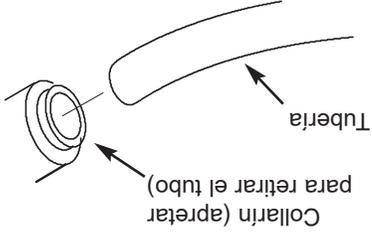

FIG. 22 Desconecte la tubería
1. Empuje el collarín hacia dentro con la punta de un dedo. Vea la Fig. 22.
2. Siga manteniendo el collarín apretado hacia dentro mientras tira del tubo hacia fuera. Vea la Fig. 22.